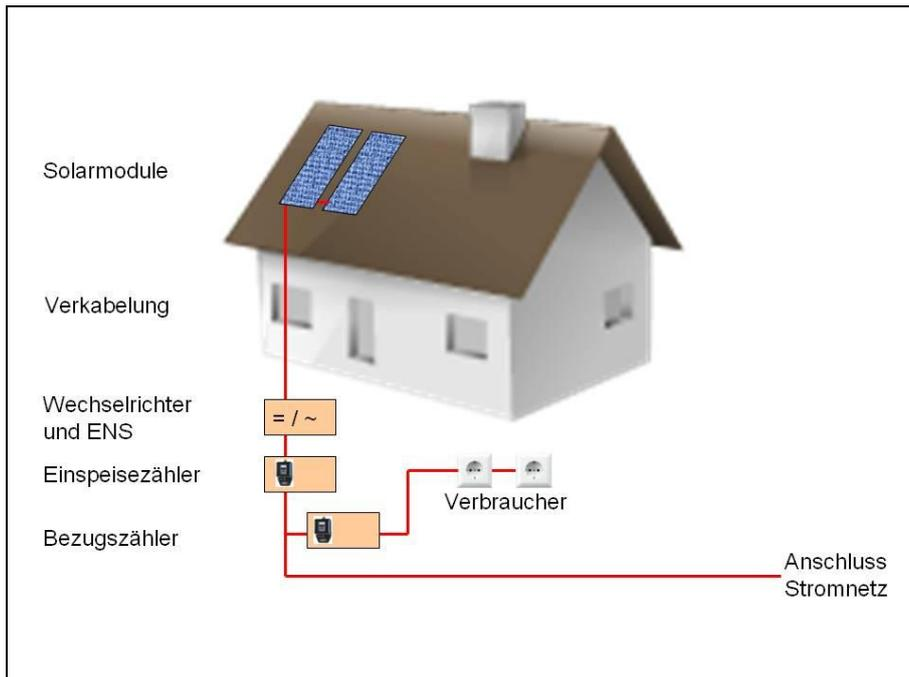

Bild 1: Prinzipieller Aufbau einer Photovoltaikanlage.
Eine Photovoltaikanlage besteht aus mehreren Komponenten (Abbildung 1):
- Bild 1: Landesfeuerweherschule Baden-Württemberg